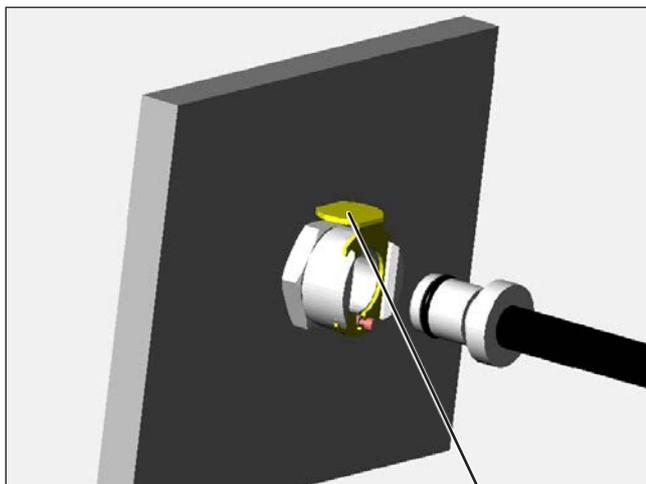

Fig. 6.
- Le tuyau à air comprimé et le tuyau d'aspiration sont reliés aux raccords à fiche, l'adaptateur de fiche doit s'enclencher. Pour desserrer des tuyaux, la coulisse de déclenchement (①, fig. 6) est enfoncée au raccordement à fiche respectif et l'adaptateur retiré.